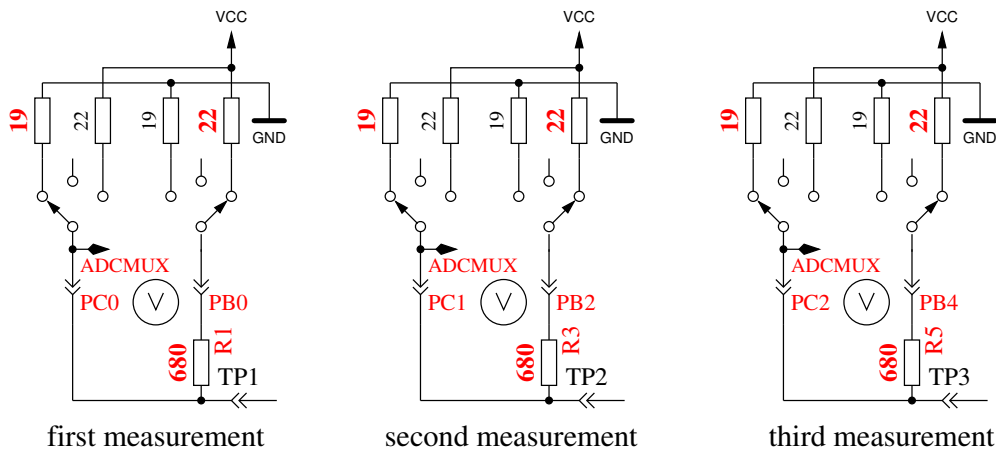

Abbildung 5.66. Messung des Innenwiderstandes von auf GND geschalteten Port-C-Ausgängen.
5. Dieser Schritt testet die **Fähigkeit von mit GND (-) verbundenen  $470k\Omega$ -Widerständen (H) die Testpins auf GND zu ziehen.** Zeile 1 zeigt den Text „RH-“. Zeile 2 sollte für alle drei Pinne Null mV anzeigen.
6. Dieser Schritt testet die **Fähigkeit von mit VCC (+) verbundenen  $470k\Omega$ -Widerständen (H) die Testpins auf VCC zu ziehen.** Zeile 1 zeigt den Text „RH+“. Der bestmögliche mV Wert für die drei Messungen wäre 0 in Zeile 2, da die Diffenz zu VCC dargestellt wird. Große Abweichungen vom Idealwert für Schritt 5 und 6 sind Fehler wie Isolations-Problem, Flussmittelreste oder beschädigter Port.
8. **Messung des Innenwiderstandes eines auf GND geschalteten Ausgangs.** Dieser und die folgenden Schritte werden nur bei gewählter AUTO\_CAL-Option durchgeführt. Die internen Port-C-Widerstände von auf GND (-) geschalteten Ausgängen werden mit dem Strom der nach VCC (+) geschalteten  $680\Omega$  Widerstände gemessen, siehe Abbildung 5.66. Es werden nur die drei Pins des ADC-Ports vermessen, die Widerstands-Ports PB0, PB2 und PB4 können nicht ohne Veränderung der Hardware gemessen werden. Es wird angenommen, dass die Portwiderstände von unterschiedlichen Ports nahezu identisch sind. Der Widerstandswert wird im nächsten Schritt mit ausgegeben.